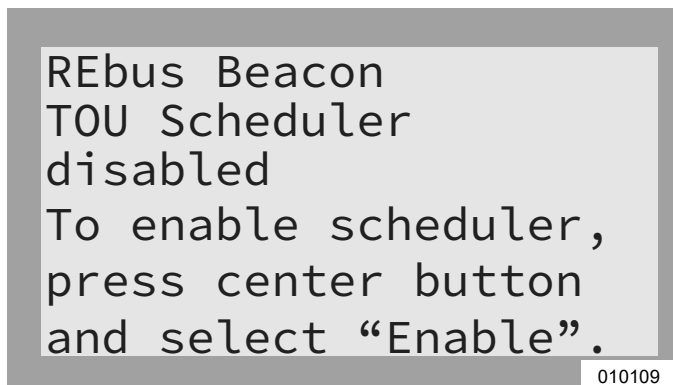

Figura 6-14. Configuración del programa TOU (1 de 4)
1. Consulte la Figura 6-14. Navegue hasta la página de dispositivo Beacon y presione el botón central para ingresar al menú del dispositivo.